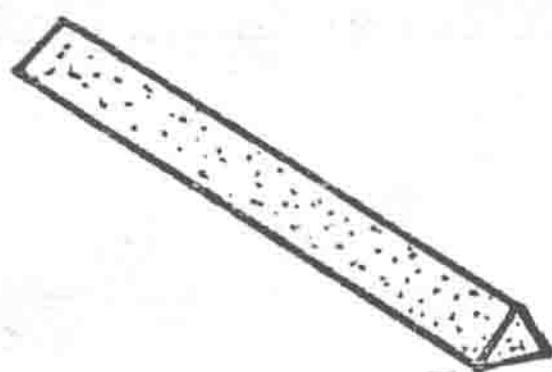

图 1-14 三角油石棒
**三角油石棒**（图 1-14）：用来磨光一些零件，如轴榫等，使用时应在油石上滴几滴钟油。也可以用一块硬牛皮，在使用时涂上牙膏或抛光剂代用。